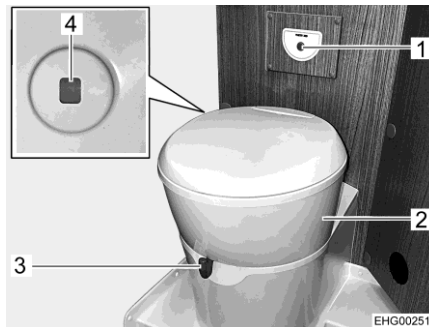

Bild 132 Toalett
Toalettskålen kan vridas till önskad position. Ta tag i toalettens överdel (Bild 132,2) med händerna och vrid.
Kontrollenheten med spolknappen (Bild 132,1) är placerad i närheten av toalettskålen.
Nivåindikeringen (Bild 132,4) ändrar färg från grönt till rött när latrintanken måste tömmas.
- Öppna spjället på toaletten före spolning. Skjut för detta spjällspaken (Bild 132,3) moturs.
- För att spola, tryck på den blå spolknappen (Bild 132,1).